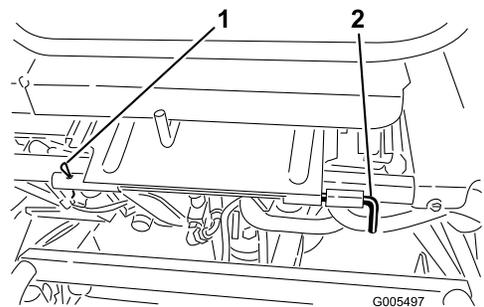

Bild 34
3. Klappen Sie den Sitz herunter und entfernen Sie den Splint, mit dem die Sitzgelenkstange am Rahmen befestigt ist (Bild 34).